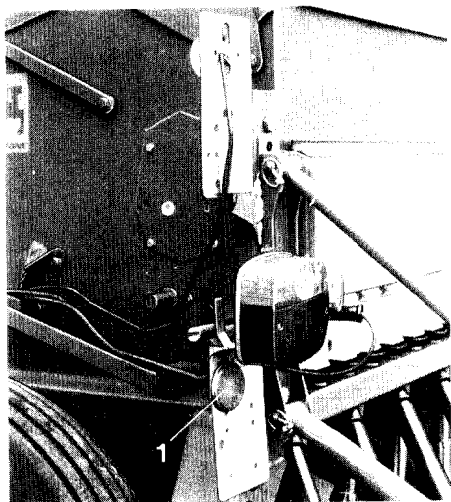

Fig. 38
- Den lovpligtige belysning sættes på lygteholderne som er fastgjort på siden (Fig. 38), foroven sættes lygterne i koreretningen og baglyset fornedet. Såmaskinen skal kun løftes så højt, at afstanden fra korebanen til baglygterne (Fig. 38/1, 39/1) ikke overstiger 900 mm. Figur 39 viser den fast monterede belysning (Bestillings nr. 30690), som ikke tages af på marken.